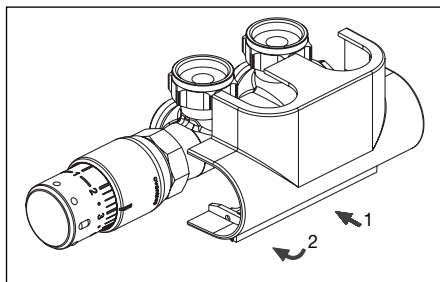

Abb. 11 Montage Design-Abdeckung
1. Die Abdeckung auf die Armatur aufschieben (s. Abb. 11).